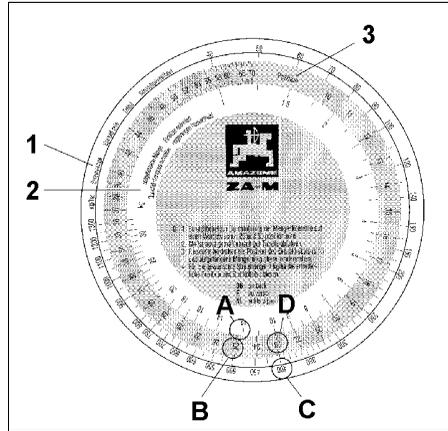

Fig. 30
1. La escala exterior blanca con las cantidades de esparcido [kg/ha] (Cantidad de esparcido) (Fig. 30/1).
2. La escala interior blanca para la cantidad de fertilizante [kg] colectada durante el control de cantidad de esparcido (cantidad colectada) (Fig. 30/2).
3. La escala intermedia de color con las posiciones de corredera (posición) (Fig. 30/3).
- Tomar el disco de cálculo Sobre la escala (Fig. 30/2) buscar para cantidad colectada [kg] el valor numérico 12,5 (Fig. 30/A) y hacerlo coincidir con la posición de corredera seleccionada (posición) 25 (Fig. 30/B) de la escala de color (Fig. 30/3).
- Buscar cantidad deseada de esparcido 400 kg/ha (Fig. 30/C) y leer posición requerida de corredera (posición) 23 (Fig. 30/D).